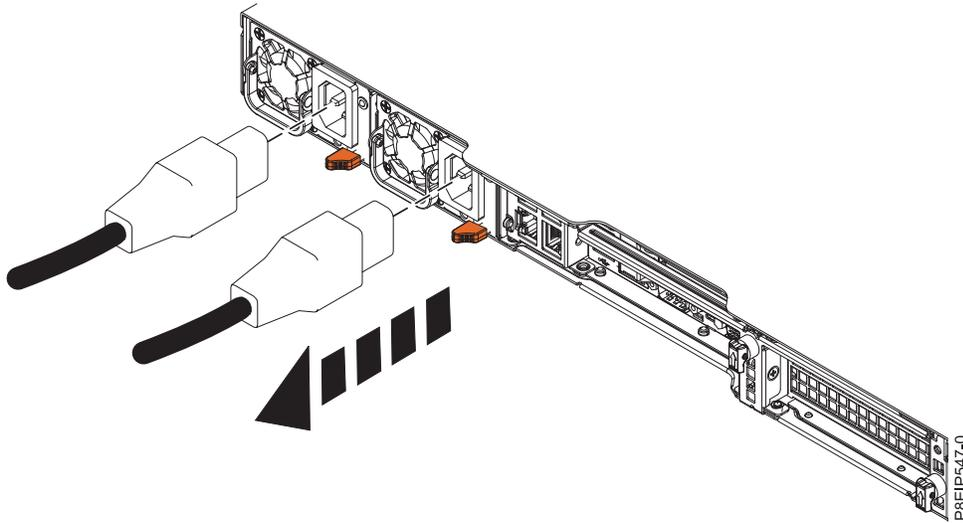

Figure 78. Retrait des cordons d'alimentation du système
2. Étiquetez et déconnectez les cordons d'alimentation du système comme indiqué dans la figure 78, à la page 115.